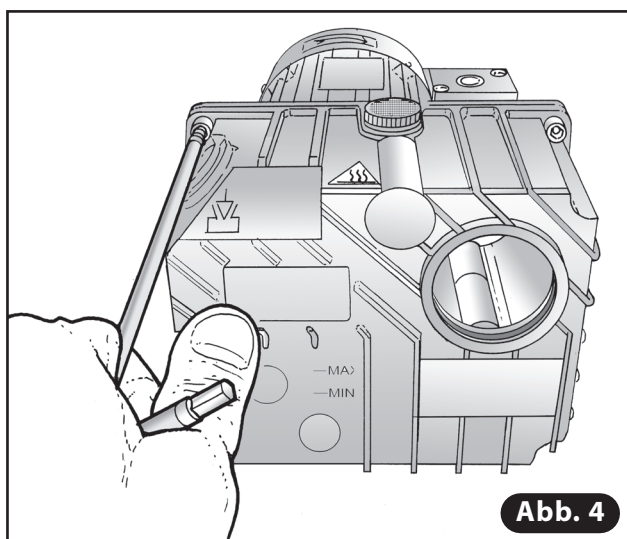

Abb. 4
- 3) Tankdeckel abschrauben (**Abb. 4**).